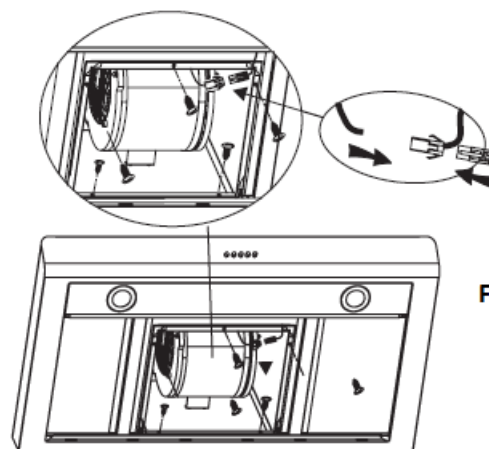

Fig. 8
- Retire os filtros metálicos e ligue o cabo (fig. 8).